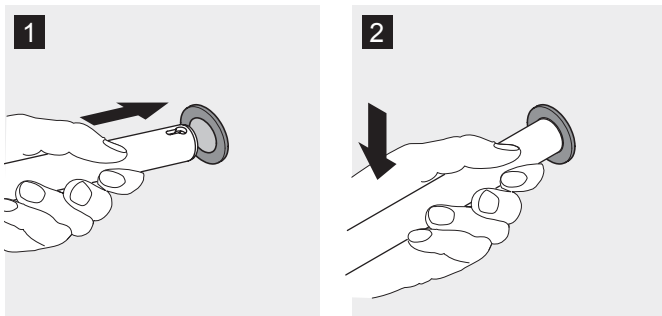

図14: 商品陳列用アタッチメントの挿入
1. 商品陳列用アタッチメントの手前側を少し上向きにして、ホルダーセットの穴に止まるまで差し込み(図14/1)、止まったら下に下げます(図14/2)。